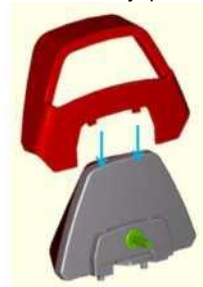

Рисунок 11
- (4) Установите крышку индикатора. (рис. 11).
- (5) Подключите жгут проводов сигнализатора и скройте его в надлежащем положении панели управления.